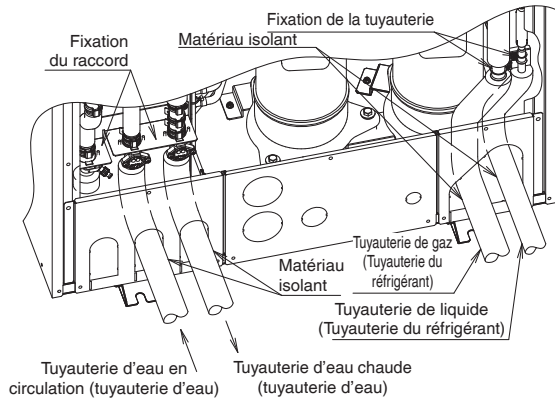

Fig. 30
- Afin de protéger le câblage de la tuyauterie de gaz qui est une partie à haute température, isolez la tuyauterie de liquide et la tuyauterie de gaz de l'unité en cascade jusqu'à la fixation de la tuyauterie à l'intérieur de l'appareil. (voir la Fig. 30)
- Isolez la tuyauterie d'eau en circulation et la tuyauterie d'eau chaude sur l'unité en cascade jusqu'à la fixation du raccord à l'intérieur de l'unité. (voir la Fig. 30)
- La Fig. 30 présente des exemples de la sortie de la tuyauterie de réfrigérant de l'unité de source de chaleur. Effectuez la même procédure pour la sortie de la tuyauterie de réfrigérant et de la tuyauterie d'eau de l'unité en cascade.